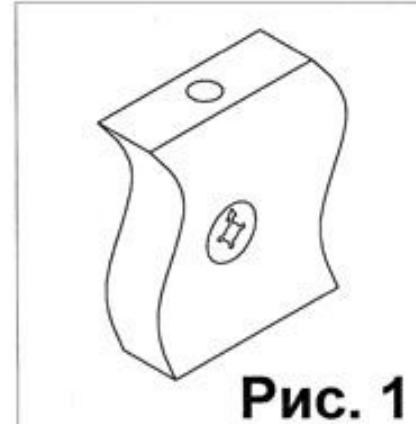

Рис. 1
Взять стенку заднюю выдвижного ящика 25 и забить в соответствующие отверстия шканты (1). Соединить боковины ящика 23 и 24 с задней стенкой 25. Фиксацию производить при помощи евровинтов (6). Далее положить каркас ящика на заднюю стенку 25 и забить шканты (1) в соответствующие торцевые отверстия на боковинах ящика 23 и 24, и вставить стяжки растекс (19) (см.рис.1). После этого вставить дно ящика 31 в пазы на каркасе ящика, таким образом, чтобы дно ящика 31 вошло в паз на стенке задней ящика 25. Далее закрутить в переднюю панель ящика 26 в имеющиеся муфты дюбеля стяжек-растекс (4). Соединить переднюю панель ящика 26 с каркасом . Фиксацию произвести путем поворота стяжки (19) по часовой стрелке. После этого положить ящик дном вверх и прокрутить ответные планки направляющих (7) к боковинам ящика 23 и 24 при помощи саморезов (5). Далее к передней панели 26 прикрепить ручку (12) . Аналогичным образом собрать остальные ящики.